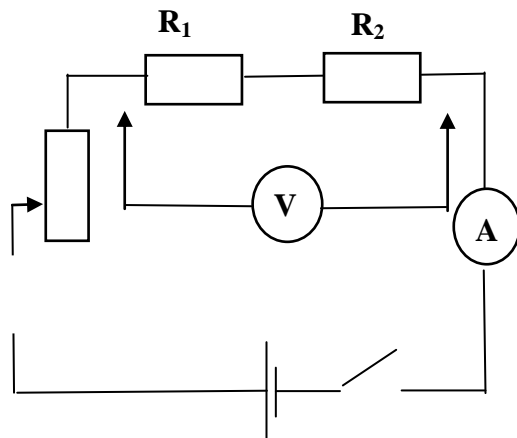

рис. 5
1. Соберите электрическую цепь (рис. 5) и с помощью реостата установите стрелку амперметра на определенное деление.